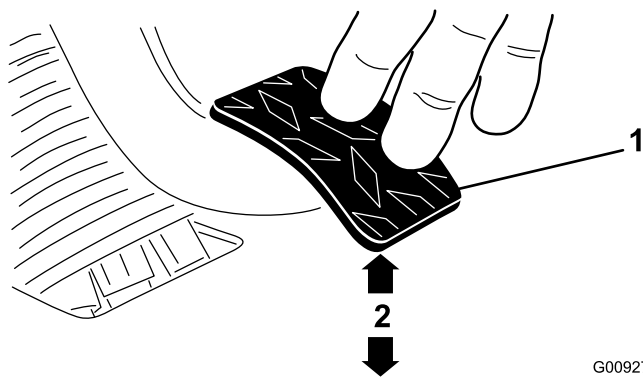

Figura 58
3. Ajuste las contratueras o la articulación esférica hasta que el borde trasero del pedal del embrague esté a 9.2 mm – 9.8 cm (3⁵/₈" – 3⁷/₈") del borde superior del dibujo a rombos de la chapa de suelo al aplicar una fuerza de 1.8 kg (4 libras) al pedal (Figura 58).